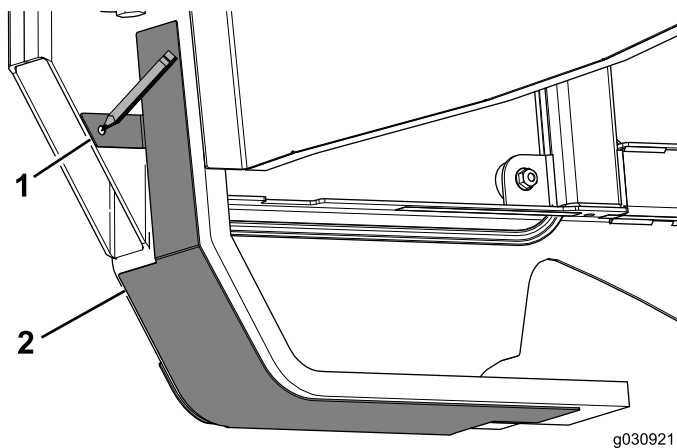

Bild 27
3. Bohren Sie ein Loch in die Maschine, das groß genug für die Schraube (1/4" x 3/4") ist, mit der die Nase an der Platte befestigt ist (Bild 27).